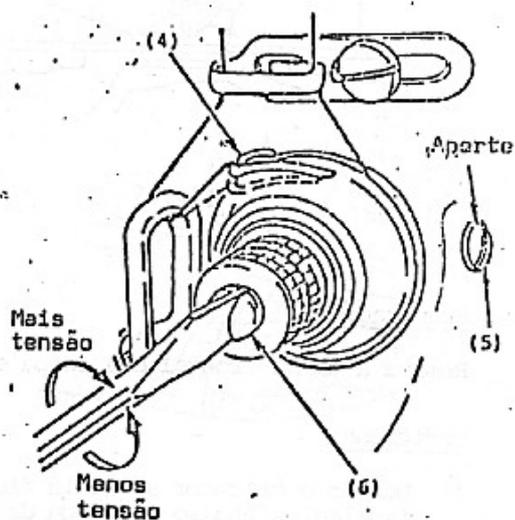

Fig. 4
(5) Fig. 4. Certifique-se de que a porca recartilhada está no pino (6) Fig. 4.
A tensão da mola (4) Fig. 4 deve ser suficiente para assegurar sua ação em velocidades máximas, porém leve bastante para permitir que seja levantada inteiramente para baixo (logo que a alavanca do estica-linha aproxima-se do ponto mais alto do curso) antes que a linha seja puxada por entre os discos de tensão.